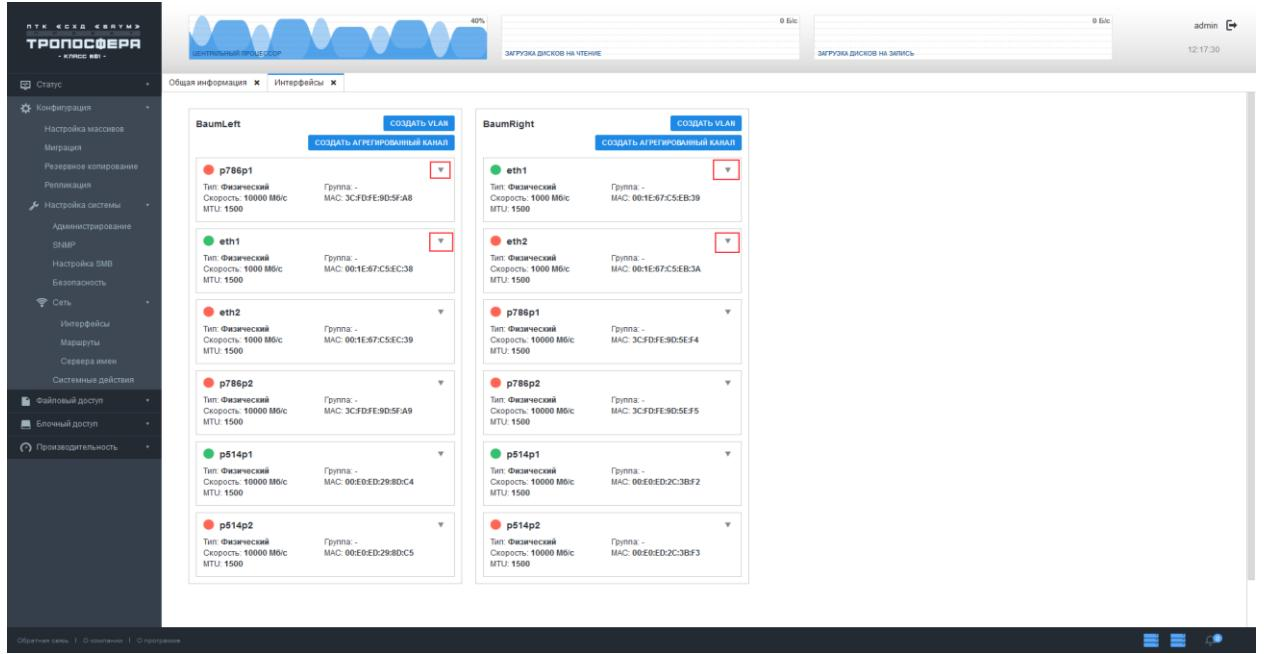

Рисунок 17 – Сетевые интерфейсы
- 1) Перейти на вкладку «Конфигурация» → «Настройка системы» → «Сеть» → «Интерфейсы» (см. Рисунок 17). На ней отображены все сетевые интерфейсы изделия с их текущими настройками и состояниями, для просмотра подробных параметров нажать на стрелку в правом верхнем углу каждого из интерфейса: